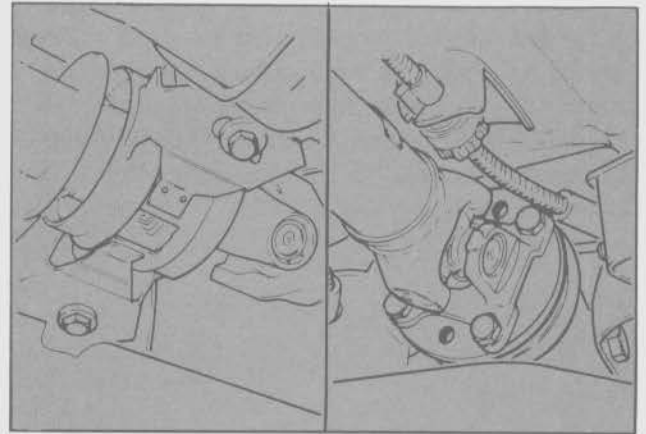

Fig. 16 - Montaje del eje transmisor
- Retirar el eje de transmisión (4 tornillos en la brida del piñón y 2 tornillos en el soporte central) (Fig. 16).